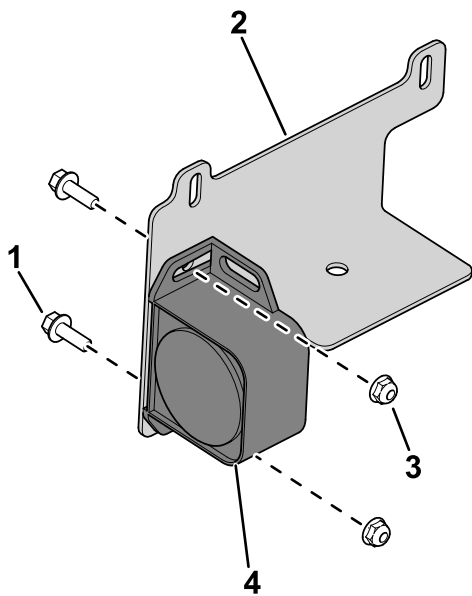

Figura 1
1. Utilice los pernos y las tuercas para fijar la alarma al soporte de montaje (Figura 1).